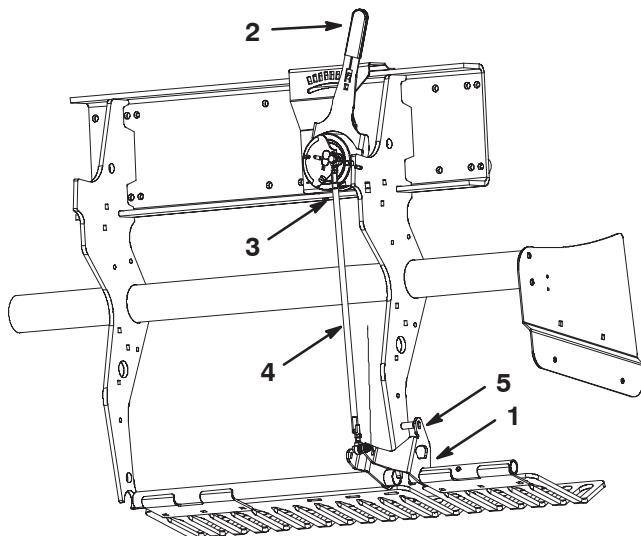

Bild 54
1. Drehen Sie die Befestigungshalterung der linken Rasenschutzvorrichtung (Bild 54) nach oben, bis ein Arretierbolzen (5/16 Drehstange oder Kopfschraube) zwischen der Halterung und dem am Rahmen angeschweißten Tiefeneinstellungsrohr eingesetzt werden kann.
2. Schieben Sie den Rasen-Niederhalterhebel (Bild 54) auf die „H“Stellung (tiefste Einstellung).
3. Schließen Sie den Außenkugelschalter (Bild 54) vom Kabelbaum ab (Schalter für das Absenken des Kopfes).
4. Lösen Sie die Sicherungsmuttern (linke und rechte Seite) an der Spurstange für die Tiefeneinstellung (Bild 54).